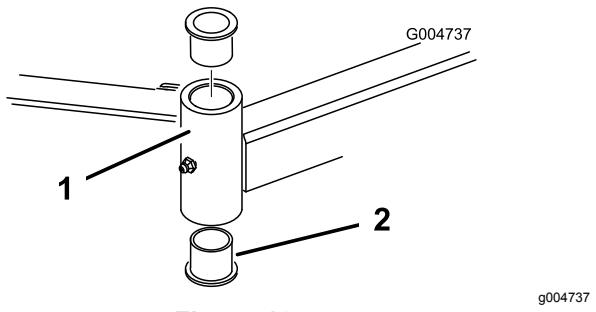

Figura 107
4. Inserte un botador fino en la parte superior o inferior del tubo de montaje y dé golpes hasta retirar el casquillo del tubo (Figura 107). Retire también el otro casquillo del tubo. Limpie el interior de los tubos para eliminar toda suciedad.